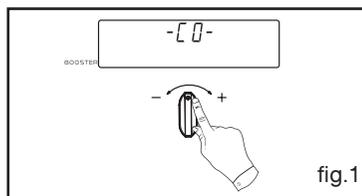

fig.1
- Appuyez pendant quelques secondes sur le bouton de réglages jusqu’à l’affichage de **- [0] -** (fig.1).